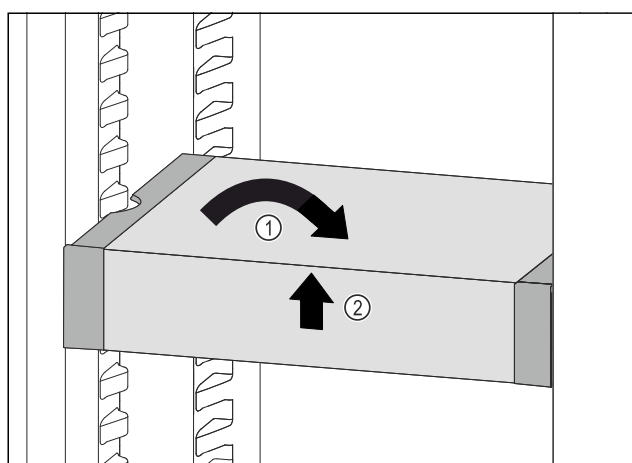

Fig. 128
- 将 VarioSafe 放平。Fig. 128 (1)
- 抬起 VarioSafe 前部。Fig. 128 (2)